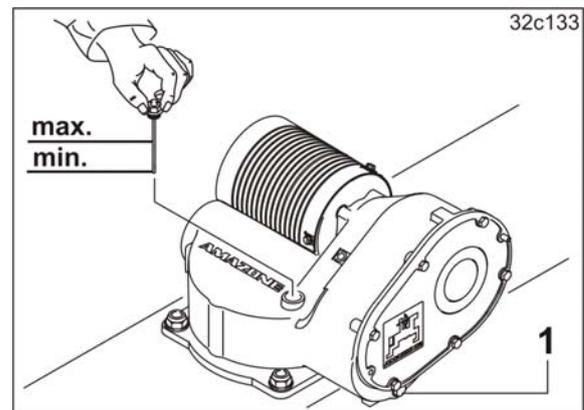

Fig. 178
2. Dévisser la vis de vidange (Fig. 178/1).